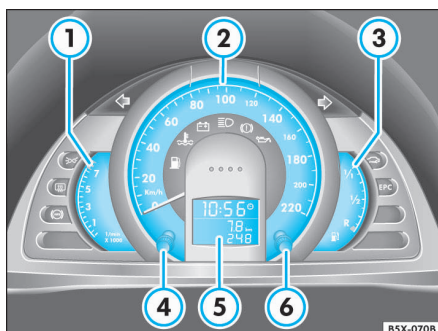

Fig. 29 Detalles en el cuadro de instrumentos: disposição dos controles
El inicio del margen rojo en la escala de rotaciones ⇒ **fig. 29 ①** indica el régimen máximo de rotaciones de un motor ablandado y a la temperatura normal de trabajo. Antes de alcanzar este margen, recomendamos que engrane la marcha inmediatamente superior, o incluso que se retire el pie del pedal del acelerador.
vehículo alcance 120 km/h en el velocímetro → página 45, fig. 29 ②. ◀
Cuando la aguja del indicador entra en el margen rojo de reserva → página 45, fig. 29 ③, la
El kilometraje parcial retorna a cero cuando se presiona el respectivo botón → página 45, fig. 29 ⑥, durante dos segundos. El kilometraje será colocado en cero, también, cuando la batería es desconectada o cuando se alcanza la distancia de 1999 km.
Con el encendido conectado, seleccione la función velocímetro, presionando el botón → página 45, fig. 29 ⑥ durante dos segundos.
Para activar la función de **ajuste de horas**, mantenga el botón → página 45, fig. 29 ⑥ presionado hasta que el display comienza a parpadear.
Para ajustar las horas, con el encendido conectado y sin las informaciones de radio en el display, gire el botón → página 45, fig. 29 ⑥ brevemente en sentido antihorario. Para ajustar los minutos, gire el botón ⑥ en el sentido horario.